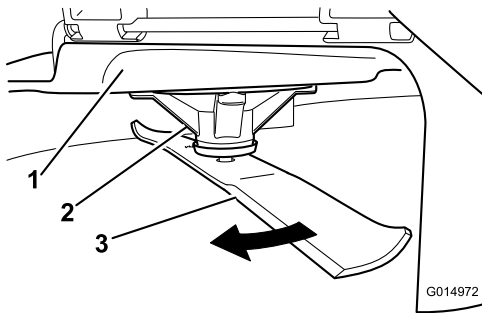

Figure 66
2. Enfilez des gants épais ou utilisez une autre protection adéquate pour les mains, et faites tourner la lame lentement jusqu'à une position permettant de mesurer la distance entre le tranchant et la surface plane sur laquelle se trouve la machine (Figure 66).